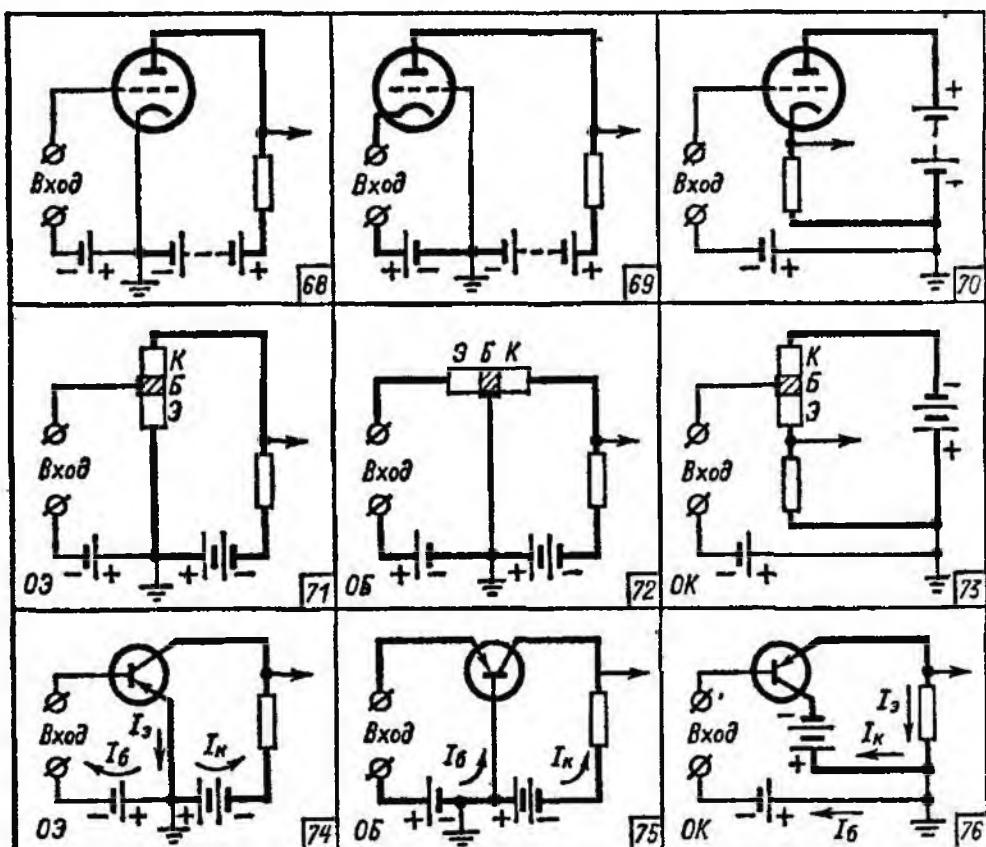

Рис. 68—76. Три схемы включения лампы и транзистора.
**Л.** — Поэтому наиболее распространенная ламповая схема называется схемой с заземленным катодом (рис. 68), даже если между катодом и заземленной точкой включен резистор
Л. — От тебя положительно ничего нельзя скрыть. Действительно, каждой из этих трех схем соответствует свой способ включения транзистора. Для большей ясности я начертил каждую из них в двух вариантах (рис. 71—76). В первом случае (рис. 71—73) транзистор изображен в виде прямоугольника, каким мы обозначали его сначала; на таком рисунке лучше виден путь тока между тремя областями транзистора, и иногда я сожалею, что такое обозначение транзистора не было принято повсеместно. Во втором случае (рис. 74—76) эти же схемы нарисованы с обычным условным обозначением транзистора, но здесь в ущерб красоте рисунка я постарался более четко показать цепь тока коллектора. А для большей наглядности я выделил жирными линиями и анодные цепи ламп на рис. 68—70.